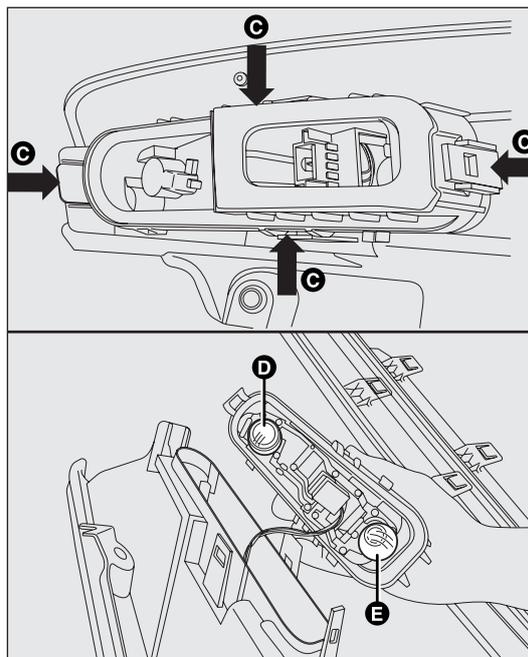

fig. 147
- sganciare il portalampade agendo sui fissaggi C-fig. 147;